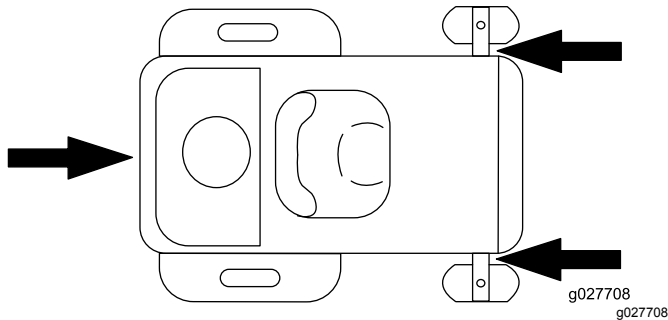

Figura 23
- Sujete la máquina firmemente al remolque o al camión con cadenas, correas, cables o cuerdas. Use únicamente las cuatro ubicaciones designadas de la posición de arranque del cortacésped: dos del lado izquierdo y dos del lado derecho (Figura 23). Use estas ubicaciones incluso cuando transporte el cortacésped con un accesorio acoplado. Si usa ubicaciones no designadas, puede dañar el cortacésped o el accesorio.